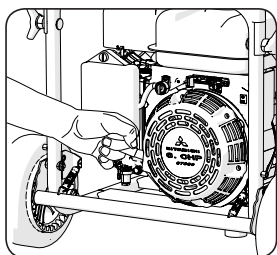

Fig 14
- Utilizzare l'altra mano per afferrare la maniglia della fune autoavvolgente. (Fig. 14)